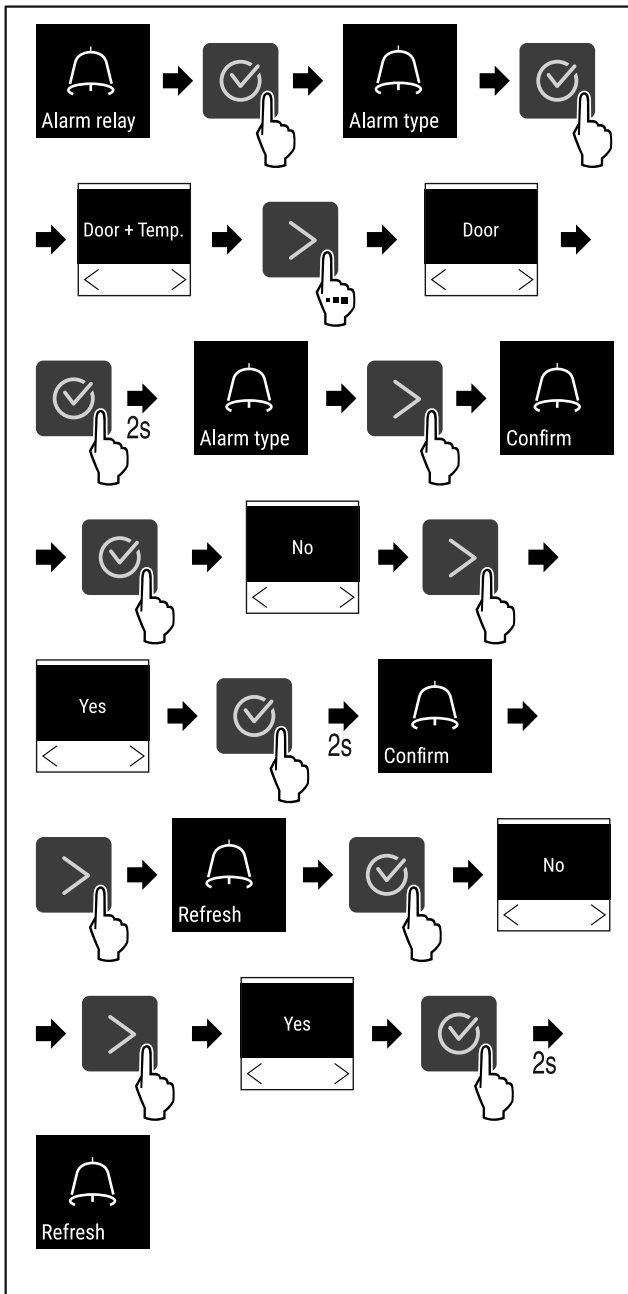

Fig. 110
- ▶ Εκτελέστε τα βήματα ενεργειών (βλέπε Fig. 110) .